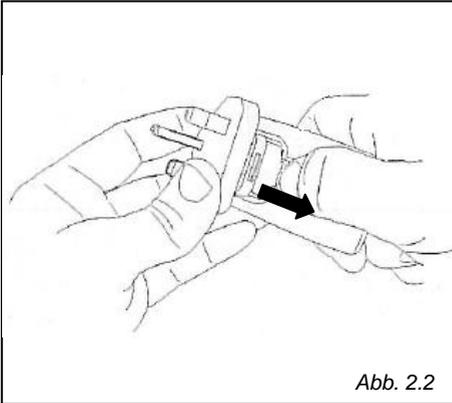
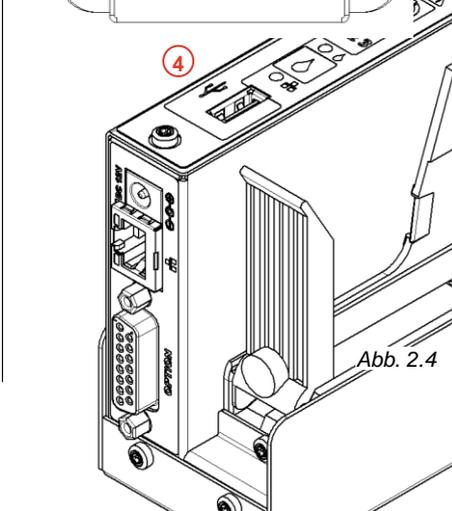

Abb. 2.2
Abb. 2.4
- Dem Netzteil liegen mehrere länderspezifische Netzstecker bei. Den passenden Netzstecker am Netzteil montieren. (siehe Abb. 2.2)
- Klinkenstecker des Netzteils an die Buchse ① und den Netzstecker an das Stromnetz anschließen.
- Bei Bedarf Netzwerkverbindung über die Buchse ② herstellen.
- Über die Buchse ③ kann optional erhältliches Zubehör, wie z.B. ein Drehimpulsgeber, angeschlossen werden.
- Nummer ④ in Abb. 2.4 zeigt die Anschlussmöglichkeit eines USB-Sticks (USB 2.0).